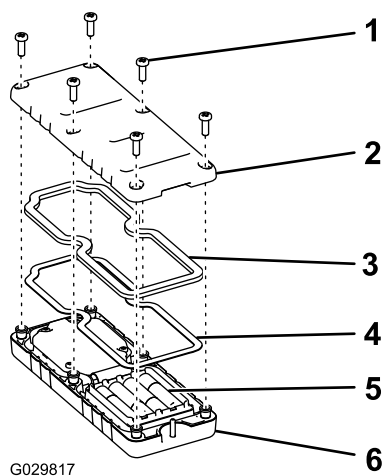

Рисунок 8
2. Вставьте каждый элемент питания в гнездо с клеммами, соблюдая полярность (Рисунок 8).
3. Убедитесь в том, что стальная прокладка и резиновое уплотнение находятся в канавке пульта дистанционного управления, и установите заднюю крышку на место (Рисунок 8).
4. Закрепите крышку 6 винтами (Рисунок 8) и затяните их с моментом 1,5-1,7 Н·м.